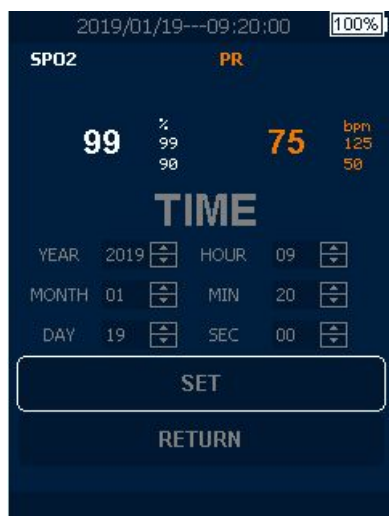

Figura 4-3 Impostazione dell'ora
- Nel menu [SETUP = Configurazione], selezionare [TIME = Ora], mostrato in Figura 4-3 con Impostazione ora sotto Impostazione ora: è possibile impostare anno, mese, giorno, ora, minuti e secondi.